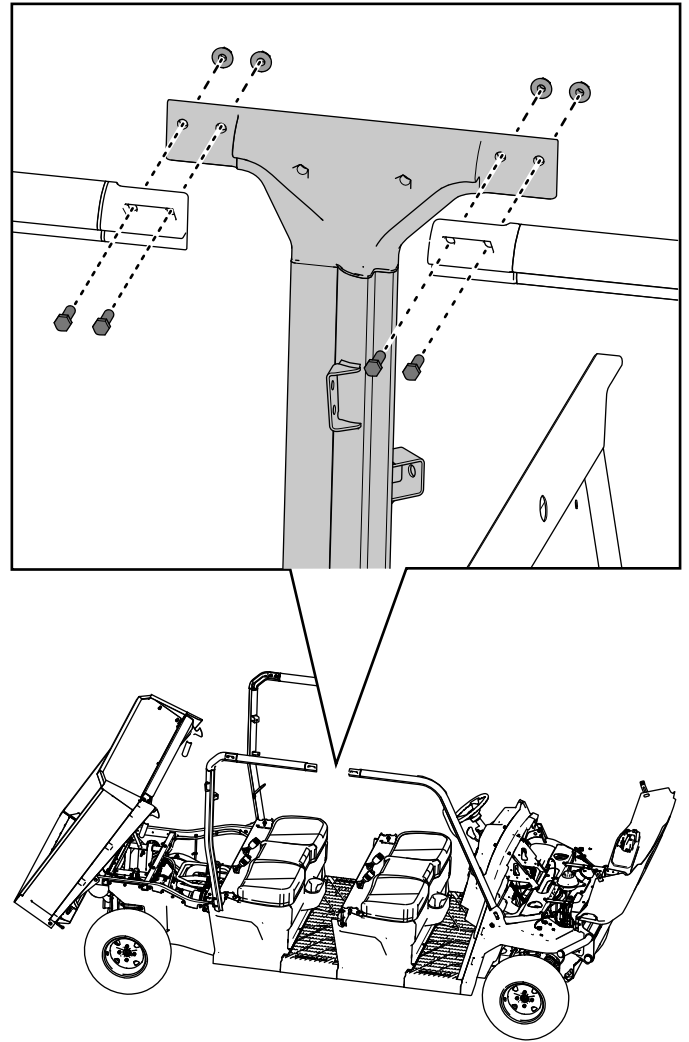

Bild 46
12. Befestigen Sie die Oberseite der rechten, mittleren Überrollbügelbaugruppe mit vier Sechskantschrauben ($\frac{3}{8}$ " x $1\frac{1}{4}$ ") und vier Sicherungsmuttern ($\frac{3}{8}$ ") lose an den rechten, vorderen und hinteren Überrollbügelbaugruppen, wie in **Bild 46** dargestellt.